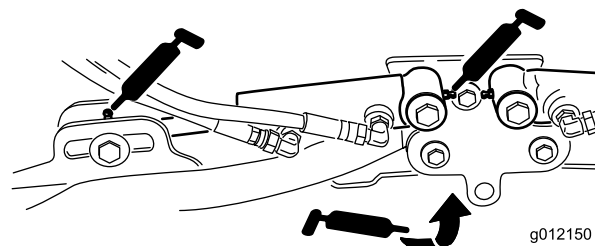

Bild 45
- Hubarmzylinder der Schneideinheit (2) (Bild 45)
- Hubarmgelenke (1) (Bild 45)